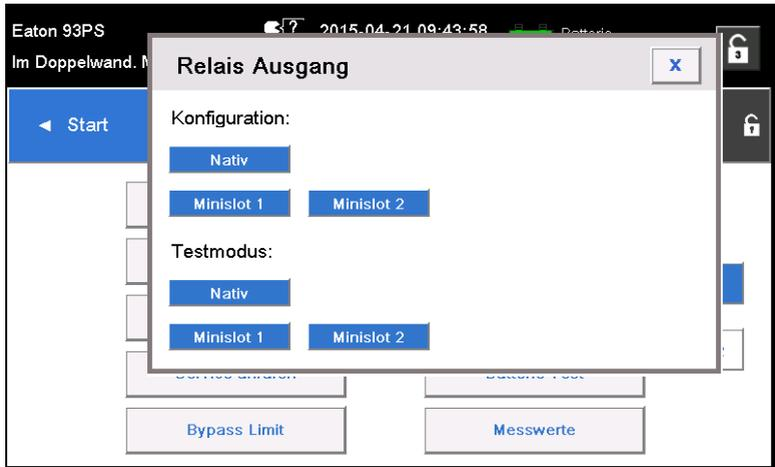

Abbildung 29. Optionen für die Konfiguration der Relais-Ausgänge
10. Sie können die Relais durch Wahl einer der Optionen im Testmodus testen (siehe Figure 29).